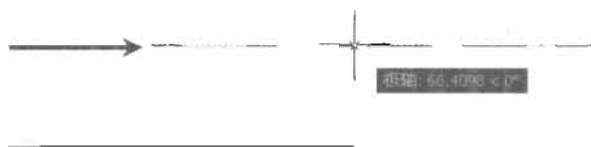

图 5-51
- 上 (T): 使元素相对于选定点所确定的基线以最大的偏移画出, 从每条线段的起点向终点看, 该多重线的所有其他元素均在该指定基线的右侧, 如图 5-51 所示。